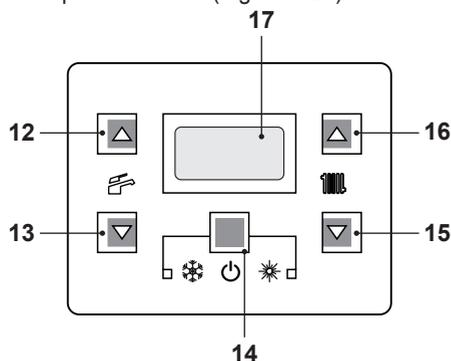
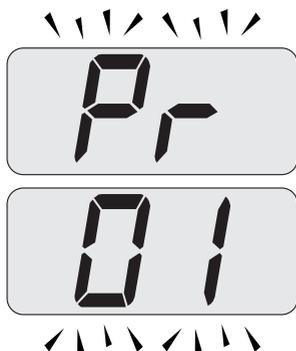

Figura 9.23
Figura 9.24
- Entrare in "modalità programmazione" premendo contemporaneamente per 10 secondi i tasti 14 - 15 - 16 (Figura 9.23) fino a far apparire sul display LCD le lettere **Pr** che si alternano con il codice **01** indicanti l'entrata nel "parametro 01" (Figura 9.24).
- Premere contemporaneamente i tasti 14 e 16 (Figura 9.23) fino a far apparire sul display LCD il valore del parametro 01 (Figura 9.25)
- Premendo contemporaneamente i tasti 14 e 15 (Figura 9.23) si esce senza modificare il valore (ritorno alla lista parametri Figura 9.24)
- Premendo contemporaneamente per 10 secondi i tasti 14 - 15 - 16 (Figura 9.23) si esce dalla "modalità programmazione".